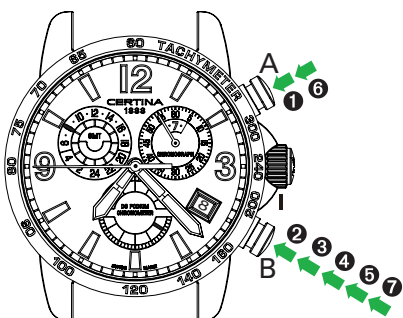

Fig. 3
**Lectura del tiempo (según la fig. 3)**
**Lectura del último tiempo acumulado (según la fig. 3)**